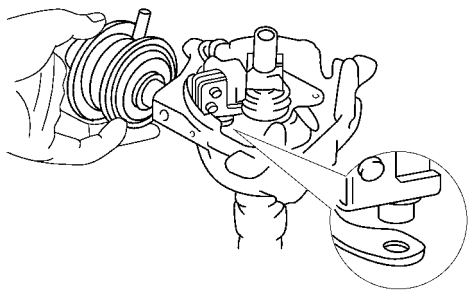

图 5-39 拆下负压提前器
(6) 拆下负压提前器。将提前器的连接杆孔从断路器板的销子上分离开, 拧下螺钉, 拆下负压提前器, 如图 5-39 所示。